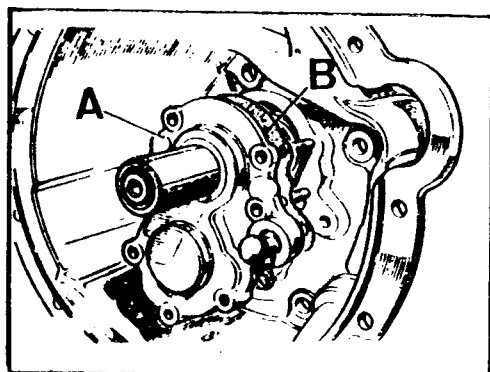

Fig. C-74 Desmontaje de la tapa delantera
- 1.6. Desmontar la tapa delantera, A (Fig. C-74) en unión de su junta, extrayendo previamente los elementos de fijación de la misma.
- 2.6. Montar un nuevo retén en la tapa, A (Fig. C-74) debiendo quedar el muelle compresor del labio de cierre hacia la caja de velocidades, y aplicar a dicho labio una capa de aceite SAE 90 EP.
- 2.7. Aplicar una capa de compuesto sellador Hermetical 600 en ambas caras de la junta, B (Fig. C-74) y montar la tapa, apretando las tuercas de 5/16" al par de 1,75 a 2,25 mkg y los de 1/4" de 0,80 á 1,10 mkg.